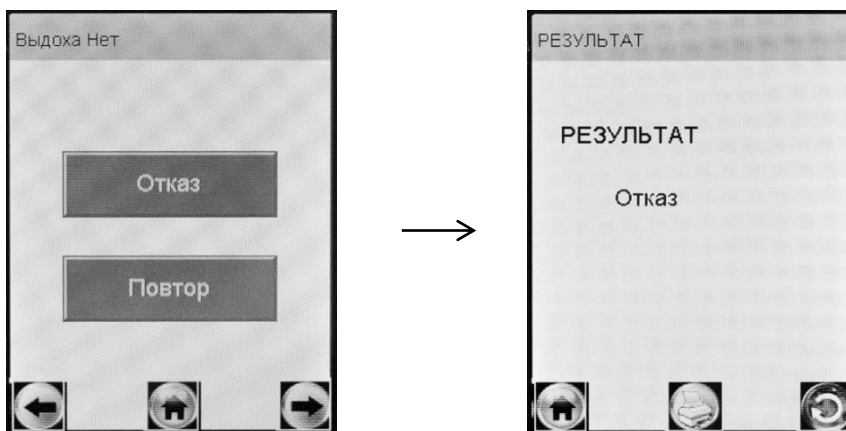

Рисунок 22 – Результат «Отказ от измерения»
2.10.1 Если при выполнении 2.8.11 настоящего РЭ выдох не был сделан своевременно, то окно готовности к отбору пробы «Дуйте» сменится окном «Выдоха нет» (рисунок 22, слева).
В случае отказа обследуемого от проведения измерения (обследуемый отказывается делать выдох) в анализаторе предусмотрена возможность прервать процедуру измерения, зафиксировав при этом факт отказа от измерения. Для этого нажмите на виртуальную кнопку «Отказ» – на экране появится сообщение об отказе от измерения (рисунок 22, справа).